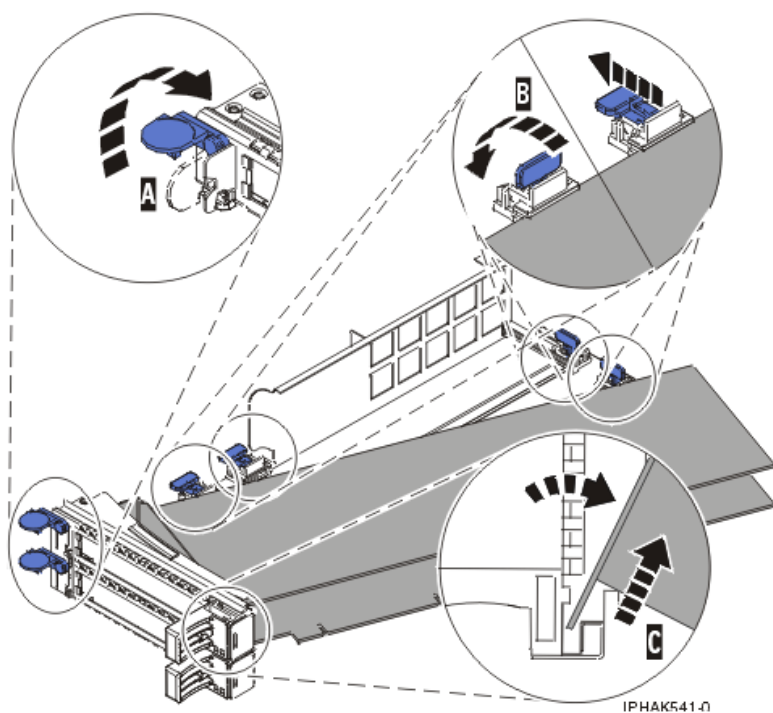
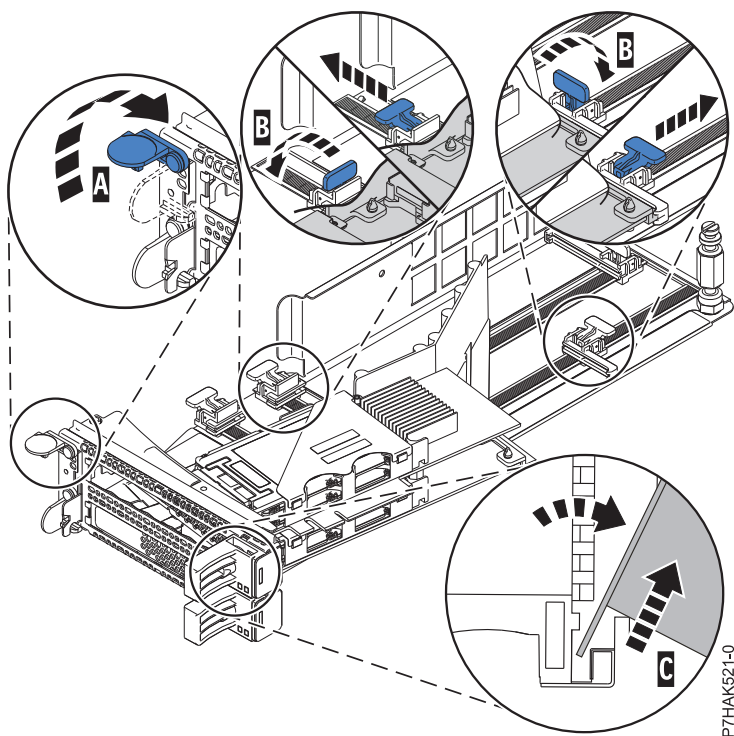

図 93. PCI アダプター・カセットから取り外されたアダプター
図 94. PCI アダプター・カセットから取り外された PCIe RAID および SSD SAS アダプター
- d. ピボット・ピン (C) を回して外し、安全な場所に置く。
- a. 保持クリップ (A) を水平位置まで回転して、アダプター保持具 (B) をアンロックする。 106 ページの図 93を参照してください。 PCIe RAID および SSD SAS アダプターを取り外す場合は、 106 ページの図 94 を参照してください。